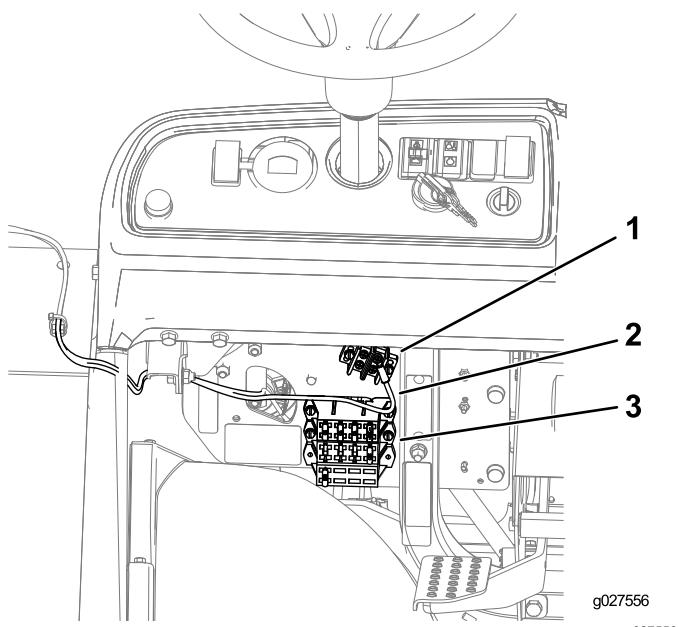

Figura 14
2. **Máquinas Workman MDX/MDXD:** Conecte el terminal de anillo del arnés al bloque de terminales de tierra del soporte central del salpicadero (Figura 14, A) e inserte el conector del bloque de fusibles y el fusible (30 A) en un conector libre del bloque de fusibles (Figura 14, B).
3. **Máquinas Workman MD/MDE:** Conecte el terminal de anillo del arnés al bloque de terminales de tierra e inserte el conector del bloque de fusibles y el fusible (30 A) en un conector libre del bloque de fusibles (Figura 14).